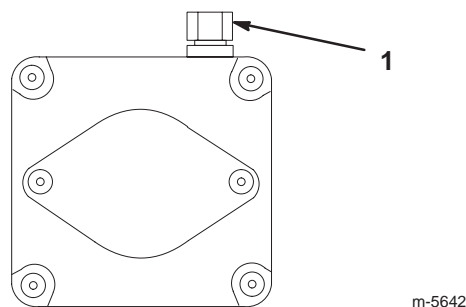

Bild 28
2. Zum Schieben drehen Sie die Sicherheitsventile 1 Drehung entgegen dem Uhrzeigersinn. So kann Hydrauliköl an der Pumpe vorbei direkt zu den Rädern fließen, die sich daraufhin drehen können (Bild 28).
Drehen Sie die Sicherheitsventile in die Betriebsstellung (Bild 28).